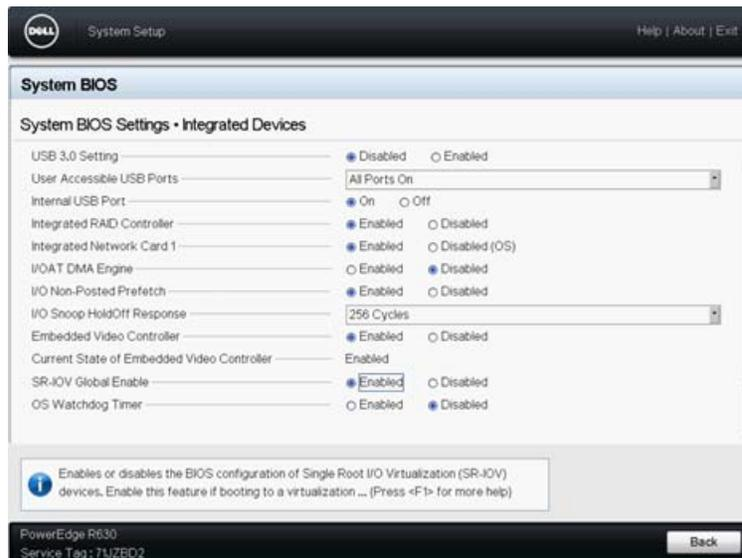

Abbildung 11-1. Systemeinrichtung für SR-IOV: Integrierte Geräte
3. Führen Sie auf der Seite „Integrated Devices“ (Integrierte Geräte) (Abbildung 11-1) die folgenden Schritte aus:
3. Führen Sie auf der Seite „System Integrated Devices“ (Systemintegrierte Geräte) (Abbildung 11-1 auf Seite 197) die folgenden Schritte aus: